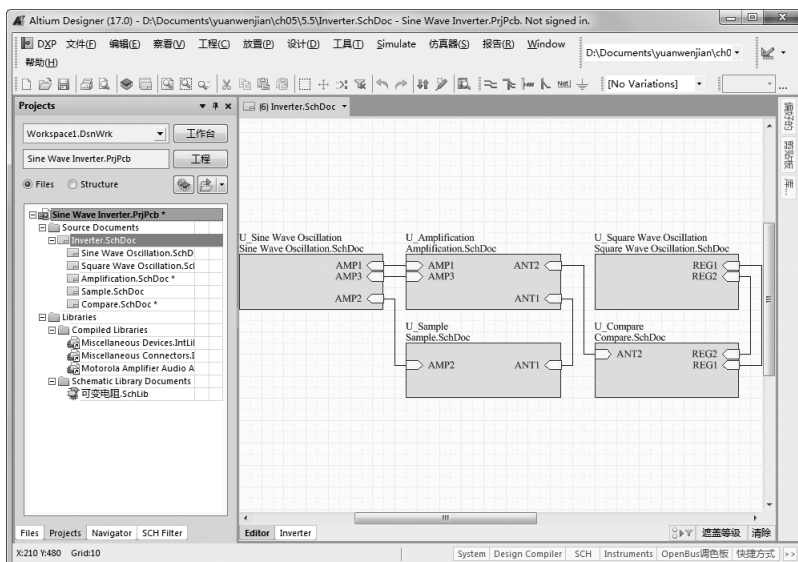

图 5-33 编译结果
(1) 选择菜单栏中的“工程”→“Compile PCB 工程”(编译电路板工程)命令,编译本设计工程,编译结果如图 5-33 所示。